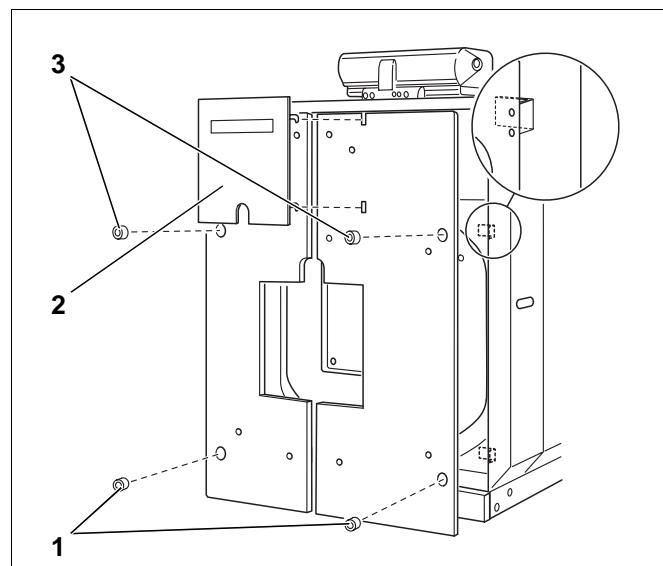

Рис. 47
- Левую и правую передние стенки закрепить четырьмя болтами (M 8 x 12) на литых выступах дверцы горелки (рис. 47).
- Заслонку дверцы горелки вставить в отверстия дверцы горелки (рис. 47, **поз. 2**).
- Закрыть заглушками четыре отверстия в облицовке дверцы горелки (рис. 47, **поз. 1 и 3**).
Если вынуть заглушки, то будут видны болты крепления дверцы горелки. Они частично скрыты под листами облицовки (рис. 47, **поз. 3**) и могут быть сначала только ослаблены, после чего можно снять оба передних боковых листа облицовки (рис. 47, **поз. 4**) (см. главу "3. Техническое обслуживание" на стр. 28).